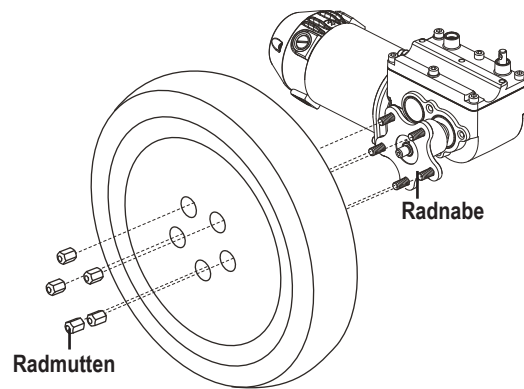

Bild 22. Antriebsrad
4. Entfernen Sie die fünf (5) Radmuttern von der Radnabe. **Siehe Bild 22.**